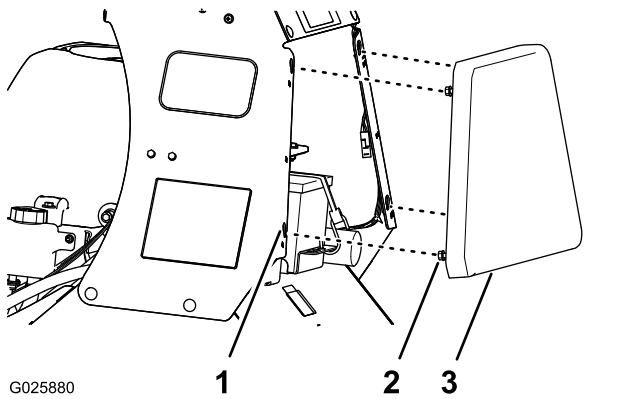

Figura 31
1. Afloje los 4 pernos con arandela prensada que sujetan el teclado en los paneles derecho e izquierdo de la consola (Figura 31).
2. Levante el teclado de la consola (Figura 31) unos 13 mm ($\frac{1}{2}$ ").
3. Tire del teclado de la consola hacia atrás en línea recta y retire el teclado de la máquina (Figura 31).
1. Alinee los 4 pernos con arandela prensada en la cara hacia adelante del teclado de la consola con las 4 ranuras en forma de bocallave del bastidor de la consola (Figura 31).
2. Mueva el teclado hacia adelante hasta que el teclado quede a nivel con el bastidor de la consola (Figura 31).
3. Mueva el teclado hacia abajo hasta que los pernos con arandela prensada queden asentados en las ranuras en forma de bocallave (Figura 31).